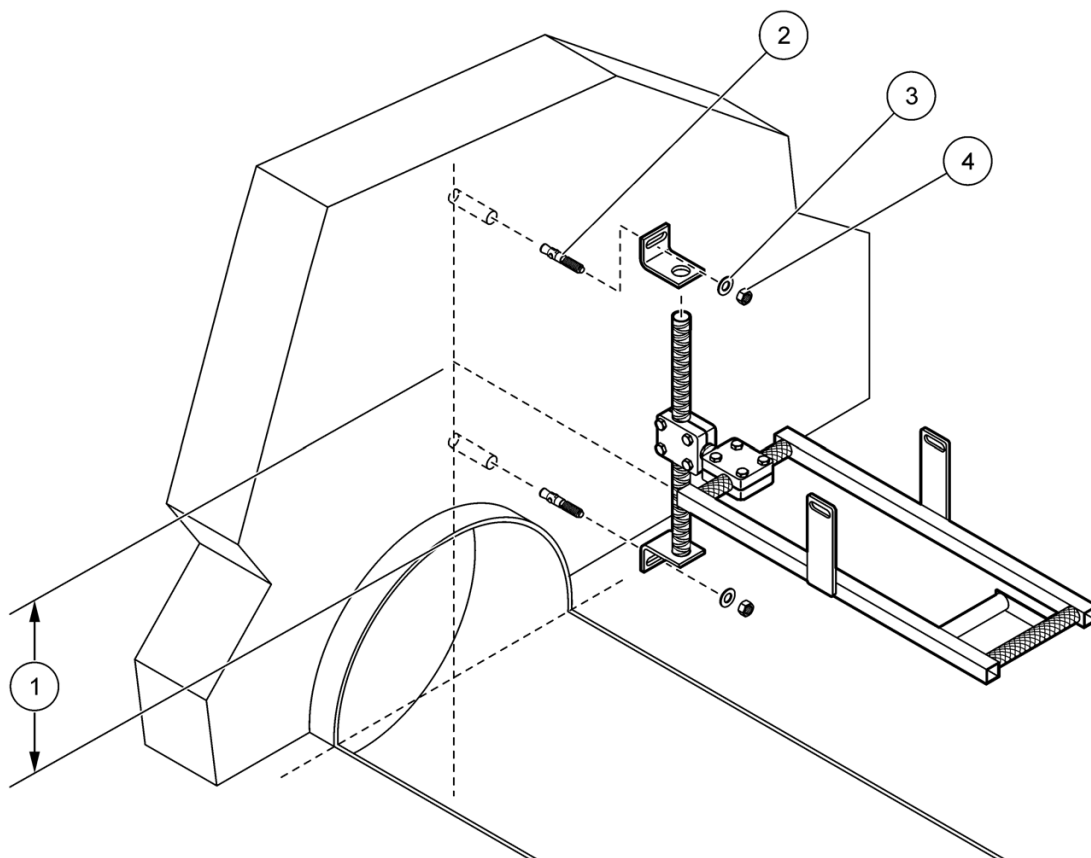

Figura 9 Installazione a parete
1. Apporre un segno sulla parete per identificare la posizione della parte superiore della struttura del sensore (Figura 9). Le staffe per il montaggio a parete verranno posizionate sopra e sotto questo segno.
4. Collegare la struttura alla staffa a parete con un distanziatore, come mostrato nella Figura 9. Potrebbe essere necessario il distanziatore da 12 pollici per posizionare il sensore più lontano dalla parete quando è presente un orlo della tubatura più grande.
1. Misurare direttamente la distanza dalla corona della tubatura alla parte superiore della struttura (Figura 9 a pagina 22).